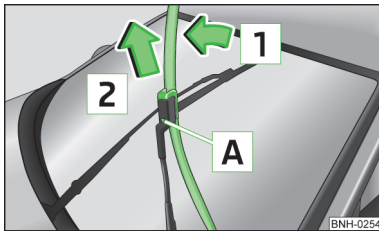

Abb. 161
- › Den Scheibenwischerarm von der Heckscheibe anheben und das Scheibenwischerblatt geringfügig in Richtung Scheibenwischerarm, Pfeil **1** » Abb. 161 kippen.